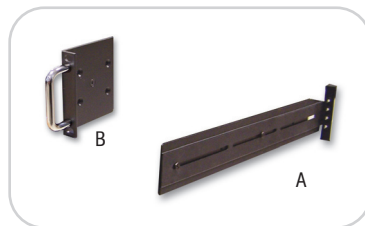

图 1
- 通过将支持侧边上的突出部分插入金属板的螺钉孔，将其中一个小金属板连接到支持并对齐两块金属板的螺钉孔（图 1）。执行该操作后，用螺钉将两块金属板固定在机架箱的背面。